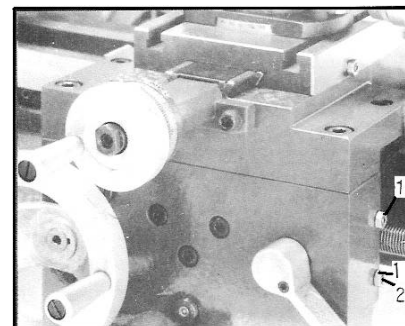

Fig 29
Die zwei Muttern (1, Fig 29) rechts am Schlosskasten lösen und die Stellschrauben (2) nachstellen bis die Schlossmutterhälften spielfrei in ihren Führungen laufen. Schrauben und Muttern kontern.